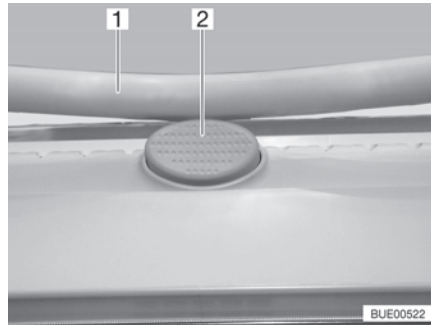

Bild 19 Sicherungsknopf (Heki-Dachhaube)
- Den Sicherungsknopf (Bild 19,2) drücken und den Bügel (Bild 19,1) mit beiden Händen nach unten ziehen.
- Den Bügel mit beiden Händen nach oben drücken, bis der Bügel oberhalb des Sicherungsknopfes (Bild 19,2) liegt.